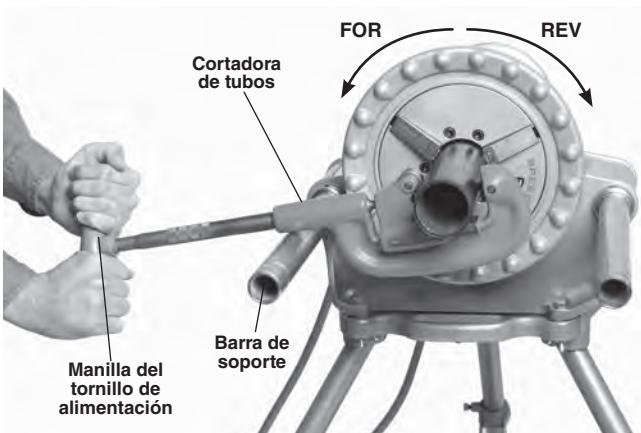

Figura 15 – Corte de un tubo con una cortadora manual; rotación de la máquina (la cortadora debe mantenerse en contacto con la barra de soporte)
- Mueva el conmutador REV/OFF/FOR a la posición FOR. Oprima y suelte el interruptor de pie. El mandril debe girar a la izquierda cuando se observa desde el extremo que tiene las barras de soporte. Vea la *Figura 15*. Repita el proceso con el conmutador en posición REV; el mandril debe girar a la derecha. Si la roscadora no gira en el sentido correcto, o si el interruptor de pie no controla el funcionamiento de la máquina, no utilice la máquina hasta que se haya reparado.
Extraiga el carro 311 antes de usar el accionamiento motorizado 300 con herramientas manuales para cortar, escariar o roscar tubos. Asegure que la barra de soporte del lado del comutador esté completamente desplegada más allá del frente del accionamiento motorizado (*Figura 15*).
1. Para abrir la cortadora, gire el tornillo de alimentación a la izquierda. Coloque la cortadora con el lado abierto orientado hacia arriba, como se muestra en la *Figura 15*. La rueda de corte debe estar alineada con la marca en el tubo. Si corta tubos roscados o partes dañadas de un tubo, se puede dañar la rueda de corte.